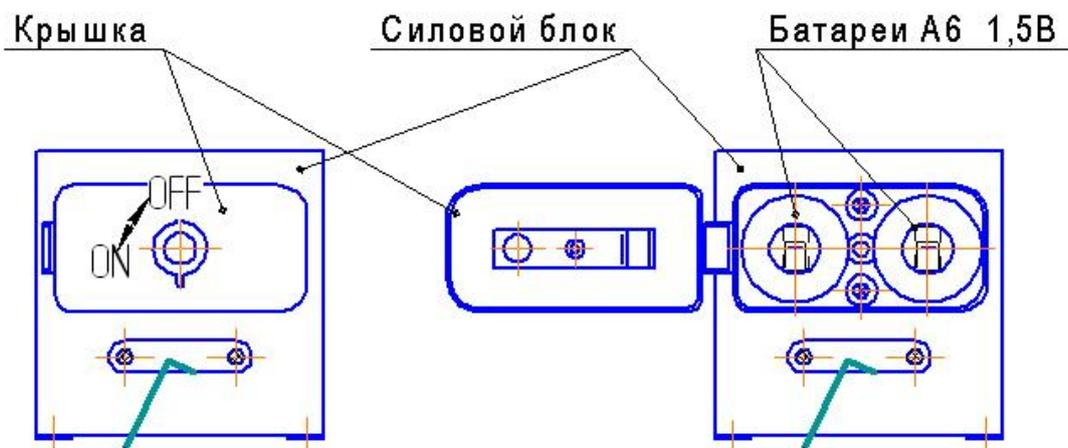
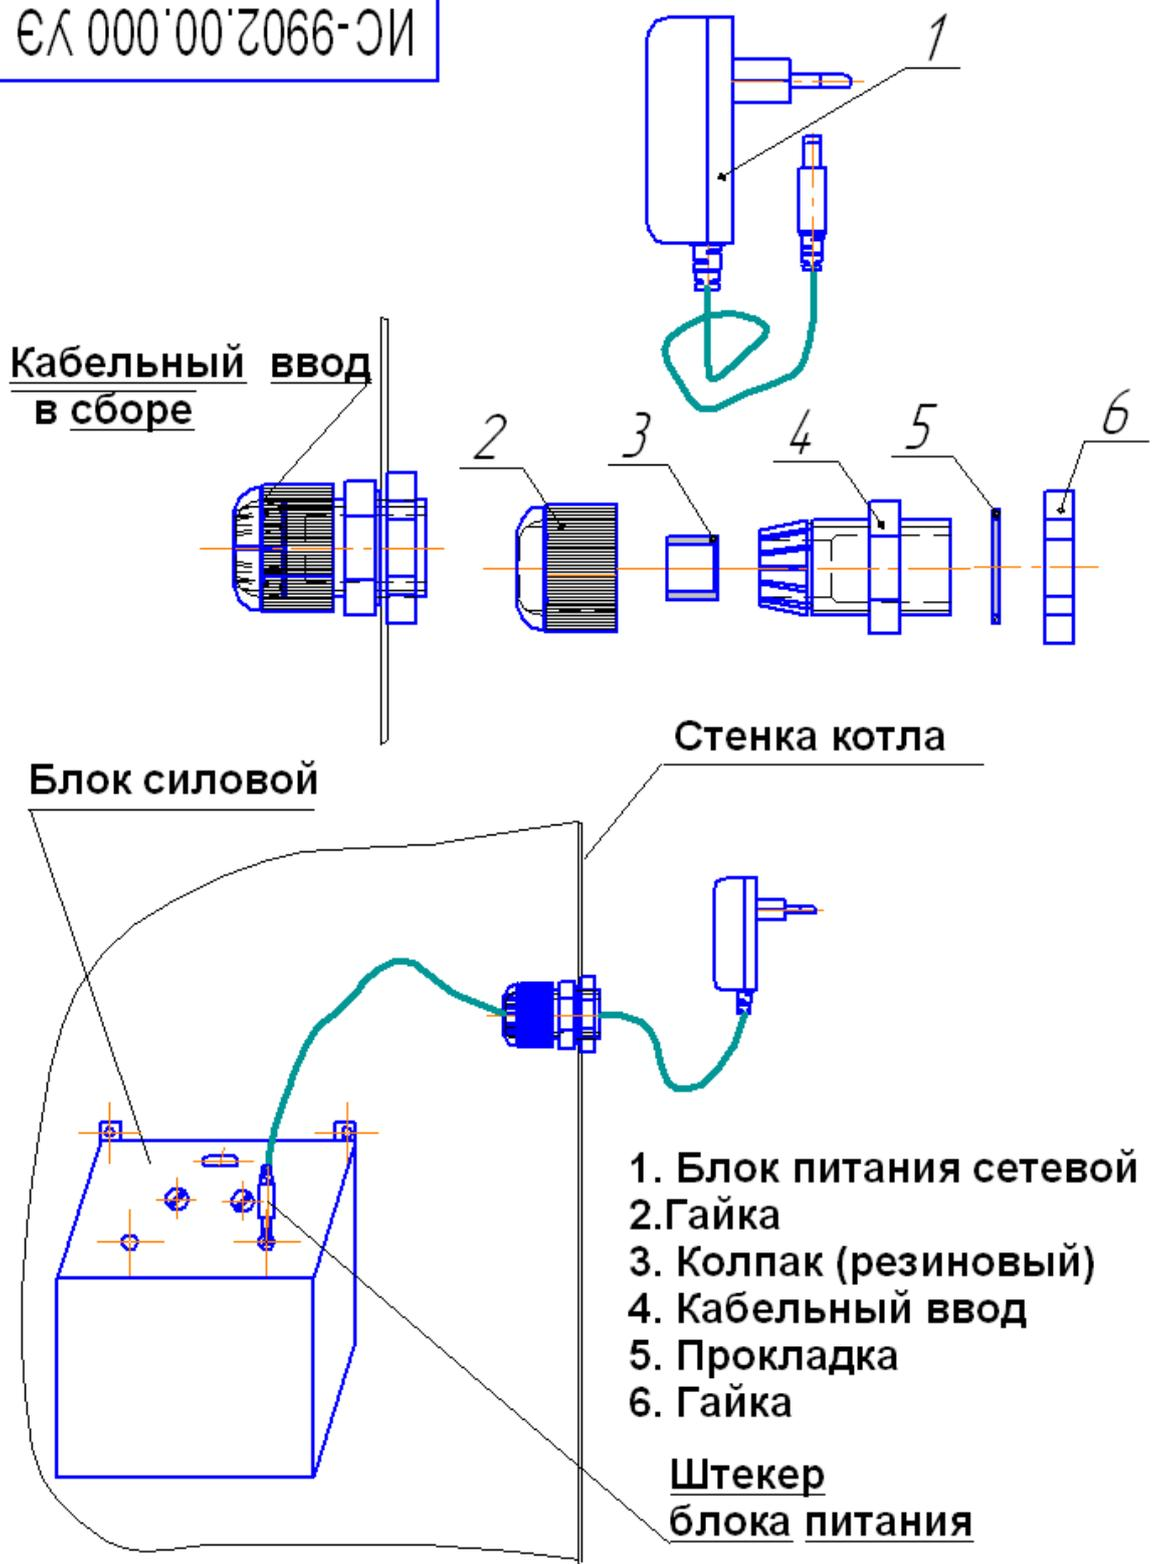

Рис.9 Установка элементов резервного питания силового блока САБК-Э.34.00.000.
Рис. 10 Схема установки и подключения блока сетевого к блоку силовому
7.4.2 Установите элементы резервного питания в силовой блок с обеспечением полярности согласно схемы на рис. 9, открыв крышку в нижней части силового блока рис. 9. Подсоедините штекер сетевого блока питания* поз.1 к правому разъёму силового блока (рис.10). Вставьте сетевой блок питания в сеть ~ 220В, 50Гц.
* Примечание: Блок питания сетевой поз.21 рис.2 необходимо подключить к котлу. Для этого согласно рис. 10:
- продеть штекер сетевого блока в кабельный ввод поз. 4 в направлении согласно рис. 10 длиной, достаточной для подключения в силовой блок;